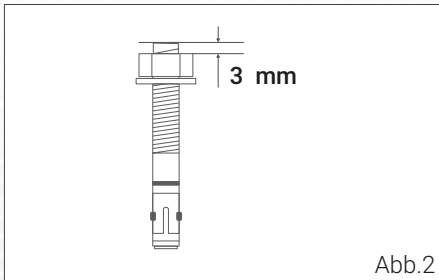

Abb.2
- 3 Bringen Sie die Sechskantmuttern vor der Montage in die optimale Position, indem Sie den Bolzenanker, die Unterlegscheibe und die Sechskantmutter vormontieren. Der Einschlagzapfen steht dabei 3 mm aus der Sechskantmutter hervor (Abb. 2).